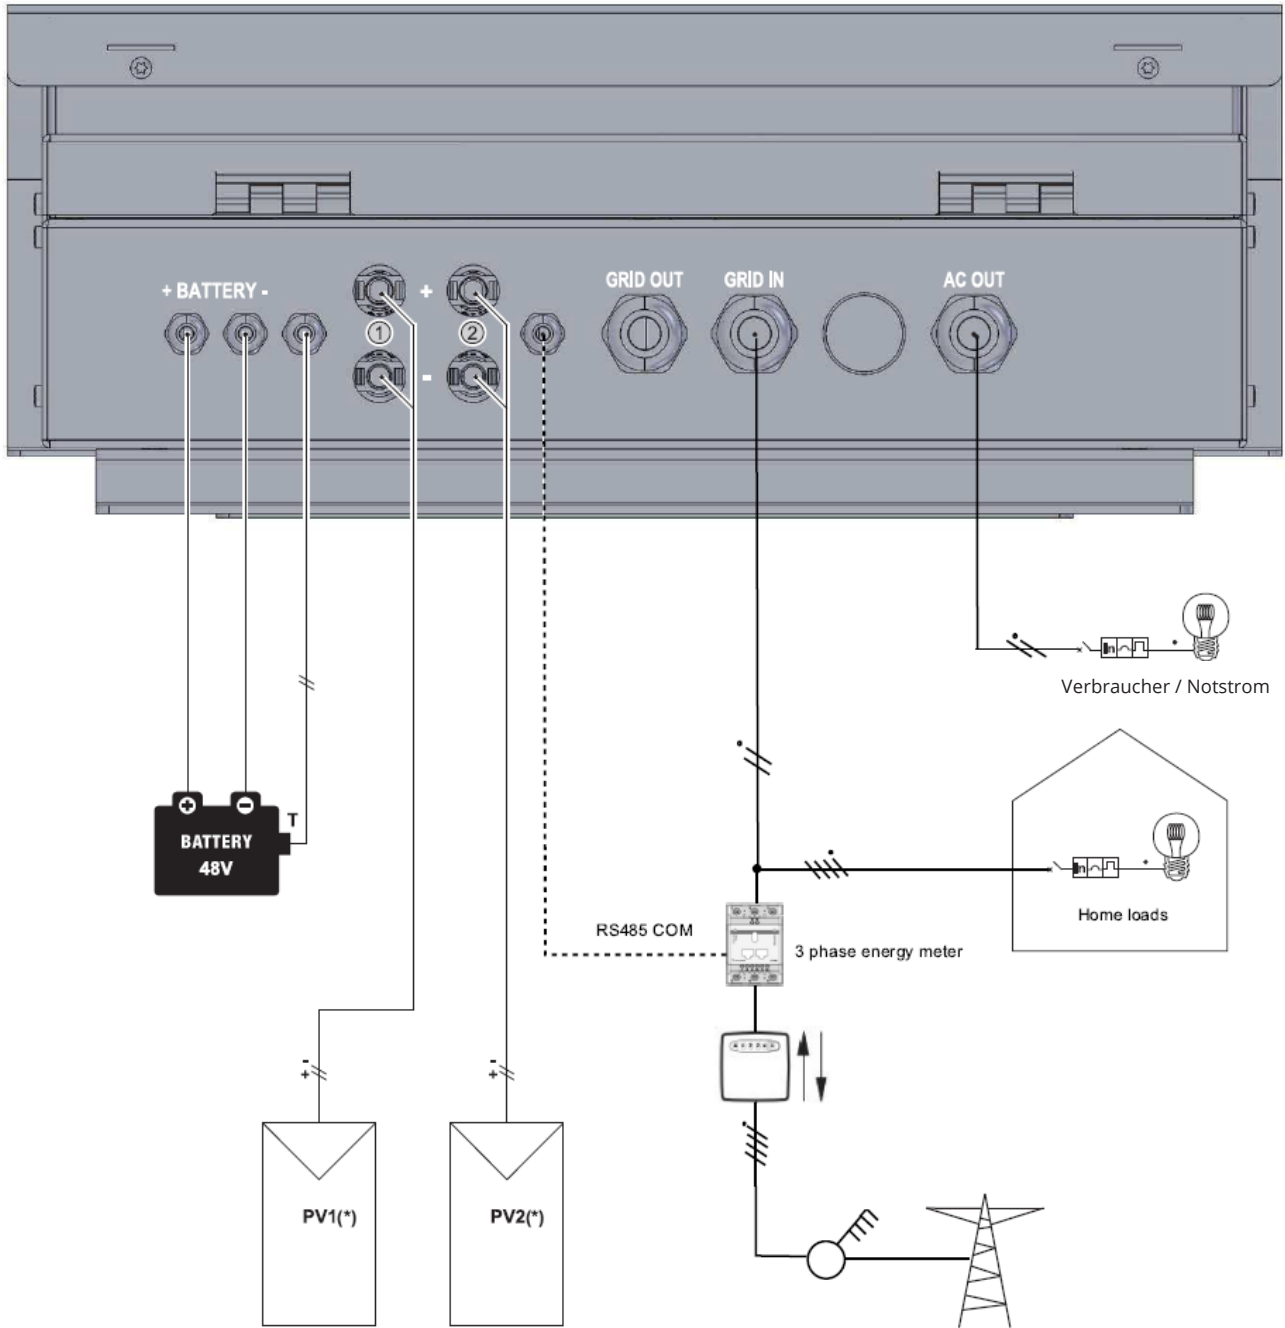

Abbildung 2
- Installationsschaltplan (Notstromfunktion aktiviert) siehe *Abbildung 2*